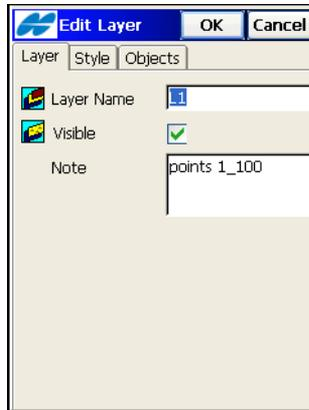

Abbildung 6-23. Bearbeiten von Layern
6. Um einen Layer zu bearbeiten, tippen Sie doppelt darauf oder wählen Sie ihn im Fenster **Layer** und tippen Sie auf **Edit**. Ändern Sie im Fenster **Edit Layer** (Abbildung 6-23 auf Seite 6-19) die Parameter für den Layer und tippen Sie auf **OK**.
- Geben Sie im Register **Layer** den Layernamen und im Feld **Notiz** weitere Daten ein. Aktivieren Sie das Kontrollkästchen **Sichtbar**, um den Layer auf der Karte zu zeigen (Abbildung 6-23 auf Seite 6-19).